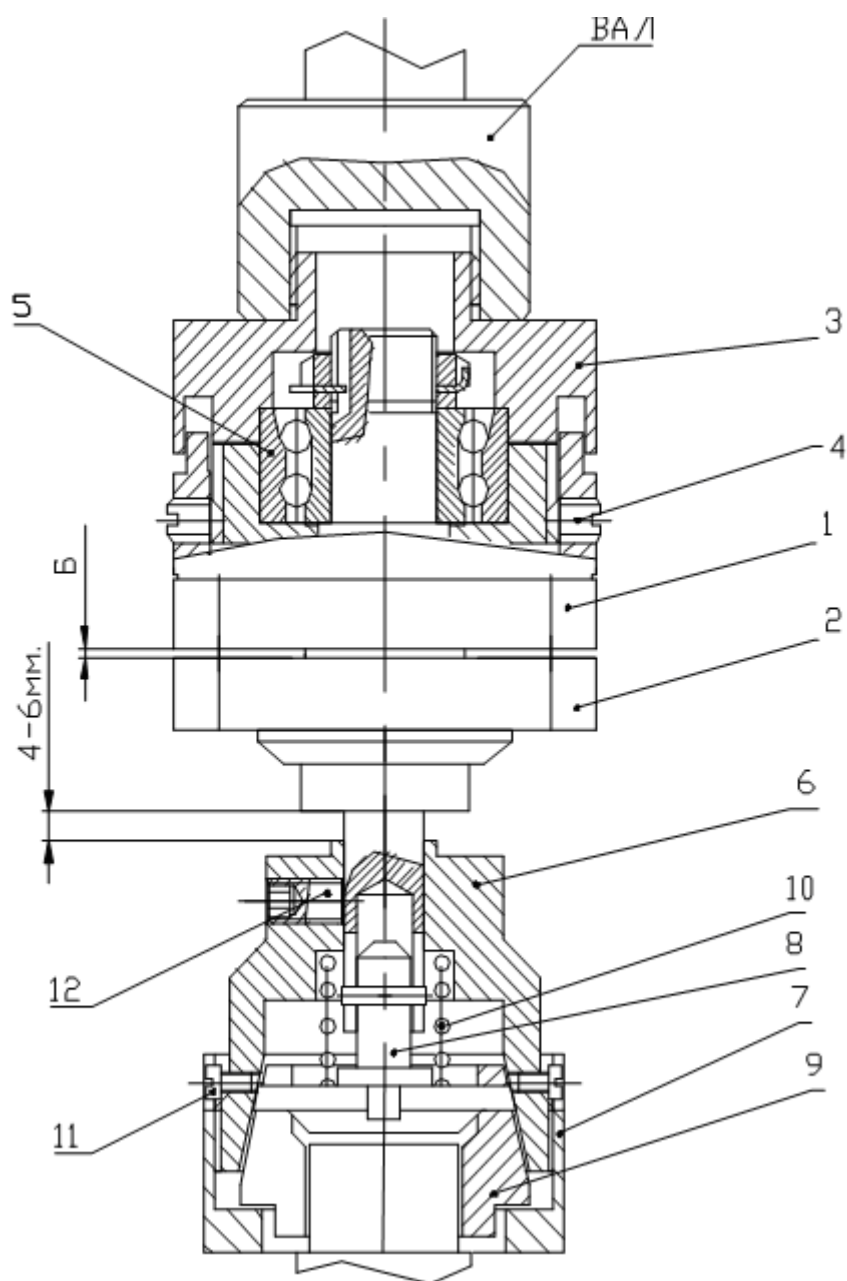

Рис. 5 Магнитная головка
- настроить магнитную головку (см. рис.5 Приложения I):
- настроить цанговый патрон (см. рис.5 Приложения I):
**7.5.** Периодически производить смазку (см. рис.5 Приложения I):